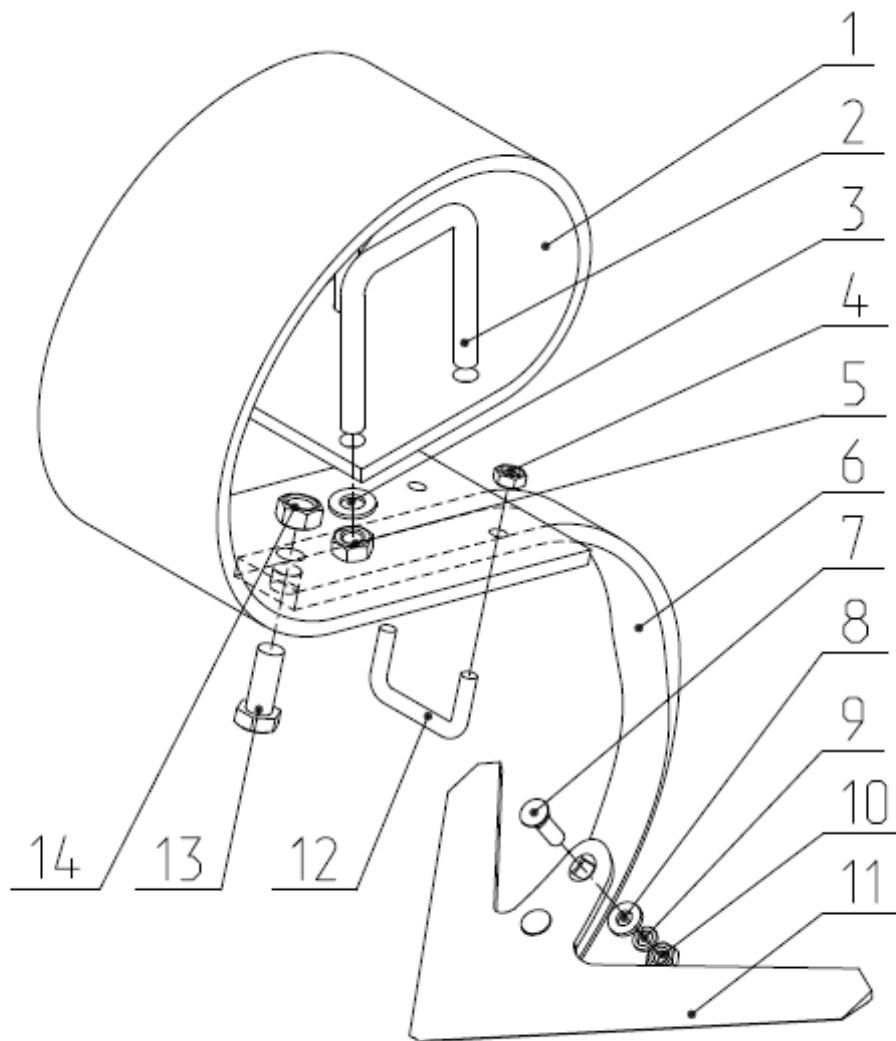

Рис.10 Подвеска КШУ 17.000
2.12.1 Рабочий орган (подвеска КШУ 17.000) (Рис.10) состоит из пружины плоской 1, закрепленной на балках двумя скобами 2. К пружине плоской закреплена стойка 6 скобой 12 и болтом 13. К стойке 6 прикреплена лапа (330мм) болтами 7, шайбой 8, шайбой 9, гайкой 10.